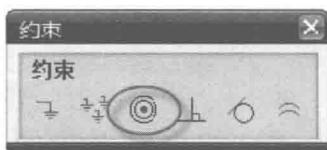
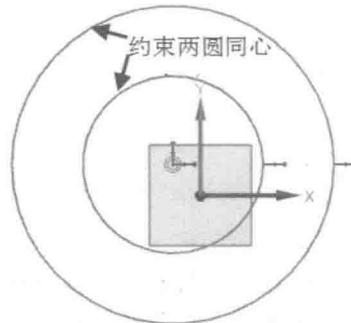

图 1-2-5 等半径约束
图 1-2-6 约束两圆同心
(3) 添加约束。在【草图工具】工具条中选择 (约束) 按钮，在草图中选择两个圆，草图左上角出现【约束】浮动工具条，如图 1-2-5 所示；在【约束】浮动工具条中选择 (同心) 按钮，约束其同心，如图 1-2-6 所示。